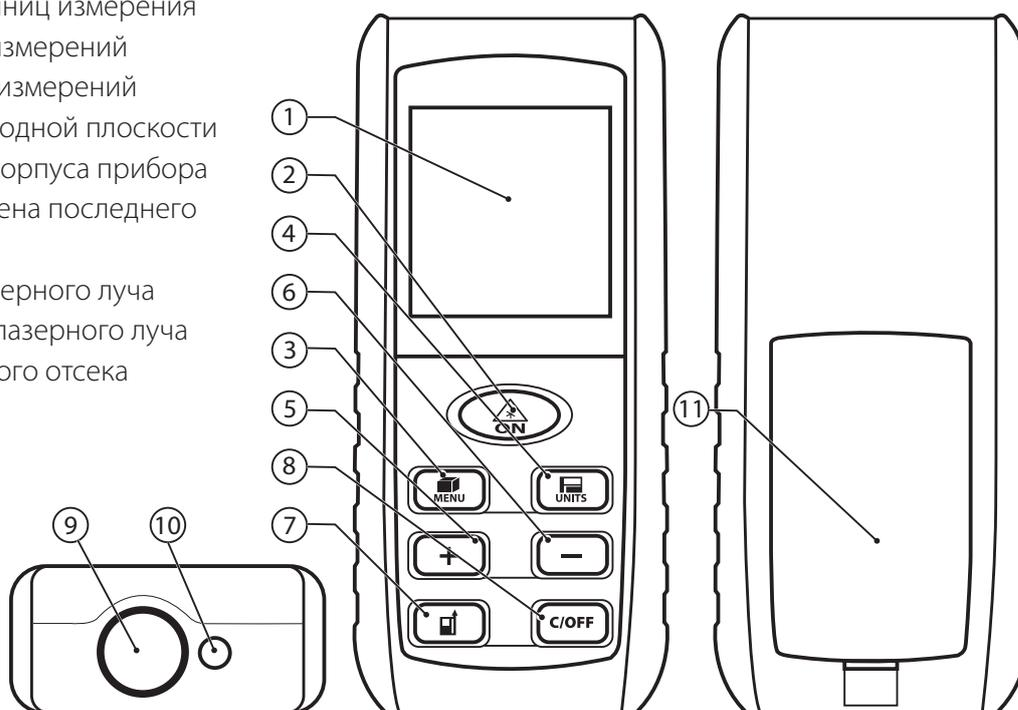
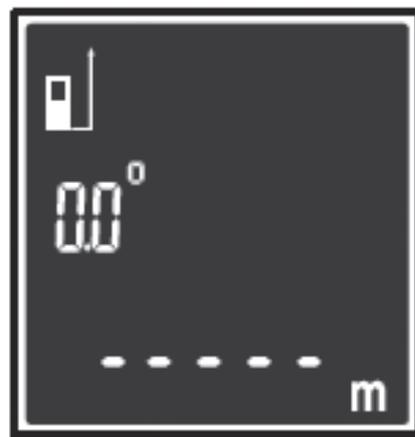
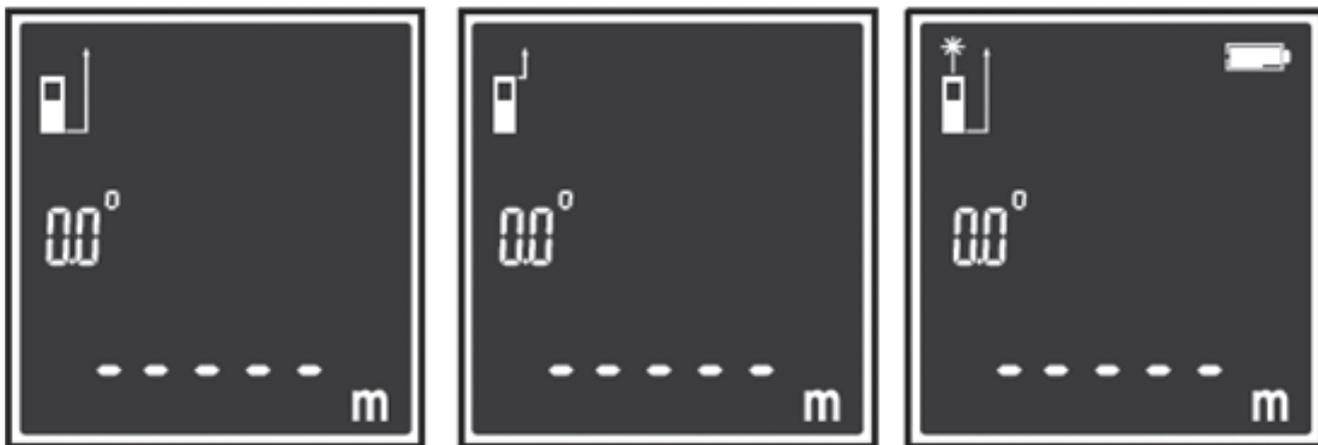
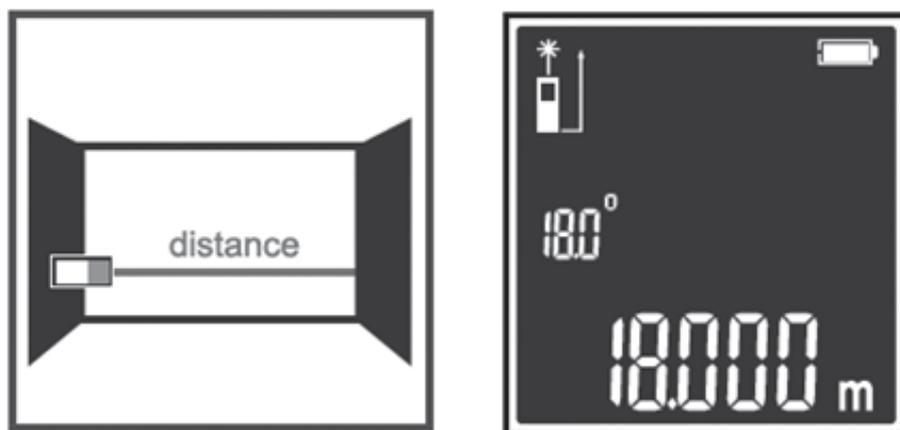

рис. 1
рис. 2
рис. 3
рис. 4
Убедитесь, что инструмент выключен. Снимите крышку отсека для батарей 11 (рис. 1) и установите 2 батареи AAA, обеспечив правильную полярность. Установите крышку на место. Всегда внимательно следите за индикатором заряда батареи. Своевременно меняйте батареи (весь комплект) для обеспечения точности ваших измерений.
- Для включения прибора нажмите кнопку включения 2 (рис. 1). После включения прибор по умолчанию находится в режиме измерения длины (рис. 2).
- Для выключения прибора, удерживайте кнопку выключения 8 (рис.1) в течение 2-3 с.
В качестве исходной плоскости для измерения по умолчанию выбрана задняя кромка инструмента (длина инструмента включена в результат измерения). Для смены исходной плоскости нажмите кнопку выбора исходной плоскости 7 (рис. 1). Следующее измерение будет осуществляться с выбранной позиции (рис. 3).
Для отмены последней команды или отображаемых данных однократно нажмите кнопку отмены 8 (рис. 1).
На включенном устройстве нажмите кнопку 2 (рис. 1) для активации лазера. Наведите его на объект,
расстояние до которого измеряется, и нажмите кнопку 2 (рис. 1) еще раз для фиксации результата и вывода на дисплей (рис. 4).
На включенном устройстве зажмите на несколько секунд кнопку 2 (рис. 1) для перевода устройства в режим непрерывного измерения. При непрерывном измерении измерительный инструмент может передвигаться относительно цели, при этом измеряемое значение обновляется приблизительно каждые 0,5 с. Вы можете, например, отойти от стены на желаемое расстояние, актуальное измеряемое расстояние постоянно высвечивается на дисплее.
Для измерения площади на включенном устройстве нажмите кнопку меню 3 (рис. 1), на дисплее появится значок измерения площади с одной выделенной стороной.
Нажмите кнопку 2 (рис. 1) для измерения длины, а затем еще раз для измерения ширины. Результат измерения площади отобразится в итоговой нижней строке, отдельно измеренные значения отображаются в промежуточных верхних строках (рис. 7). При необходимости нажмите кнопку 8 (рис. 1) для удаления последнего измерения.
Для измерения объема на включенном устройстве дважды нажмите кнопку меню 3 (рис. 1), на дисплее появится значок измерения объема с одной выделенной стороной. Нажмите кнопку 2 (рис. 1) для измерения длины, затем еще раз — для измерения ширины и третий раз — для измерения высоты. Результат измерения объема отобразится в итоговой нижней строке, отдельно измеренные значения отображаются в промежуточных верхних строках (рис. 8). При необходимости нажмите кнопку 8 (рис. 1) для удаления последнего измерения.
Для проведения измерения на включенном устройстве нажимайте на кнопку меню 3 (рис. 1), пока на дисплее не появится значок с мигающей гипотенузой . Наведите лазер на противоположную точку гипотенузы A и нажмите кнопку 2 (рис. 1), при этом будет также измерено значение угла наклона дальномера к горизонту и вычислены значения катета Y и высоты X (рис. 10).